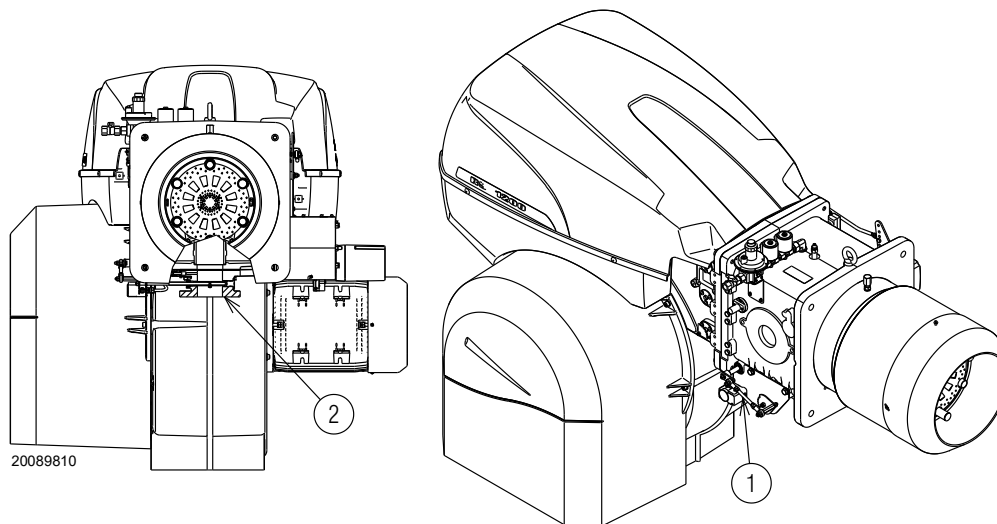

Fig. 18
Pression gaz mesurée à la prise 1)(Fig. 18 à la page 20), avec:
Perte de charge du papillon gaz 2)(Fig. 18 à la page 20) avec ouverture maximale: 90°.
- soustraire de la pression du gaz à la prise 1)(Fig. 18 à la page 20) la pression de la chambre de combustion.
Pression de gaz à la prise 1)(Fig. 18) = 41,9 mbar
Pour connaître par contre la pression de gaz nécessaire à la prise 1)(Fig. 18), après avoir défini la puissance de modulation maximale à laquelle on désire faire fonctionner le brûleur:
- Lire sur la droite, colonne 1, la pression à la prise 1)(Fig. 18).
Pression nécessaire à la prise 1)(Fig. 18).